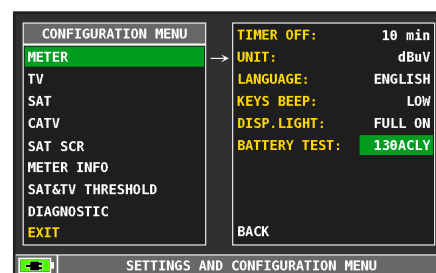

FIG. 3*
4. Aby sprawdzić wynik testu baterii, wejdź do **METER SETUP**, wybierz funkcję **BATTERY TEST** i sprawdź wynik: na przykład 130ACLY (fig.3) = 130 minut. "Y" (YES) w statusie potwierdza, że bateria jest nadal wystarczająco dobra, podczas gdy "N" (NO) wskazuje, że może być wadliwa, zużyta że cykl testu został zaburzony.